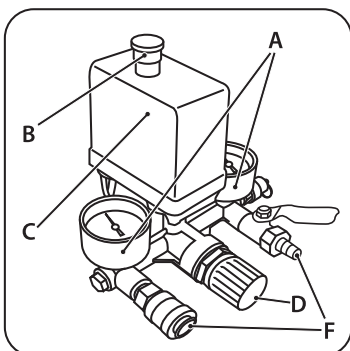

рис. 11
Компрессор работает полностью автоматически при помощи реледавления (C) (рис. 11), останавливающего двигатель по достижении максимального давления и запускающего компрессор при падении давления до минимального установленного уровня (на 2 бара меньше максимального рабочего давления).
Для правильного использования компрессора проверьте оптимальное значение давления для инструмента, которым Вы должны пользоваться. При помощи выходного редуктора и манометра расхода выходного воздуха возможна регулировка выходного давления сжатого воздуха. Для выполнения этой операции нужно повернуть вентиль редуктора (D) по часовой стрелке для увеличения давления, а против часовой стрелки — для уменьшения давления. По окончании работы, рекомендуется перевести значение выходного давления на ноль по манометру (A) (рис. 11). Эта операция нужна для предотвращения увеличения погрешности и быстрого износа редуктора.
Подключение пневматического инструмента к компрессору осуществляется с помощью выходного быстросъемного штуцера (F) (рис. 11).